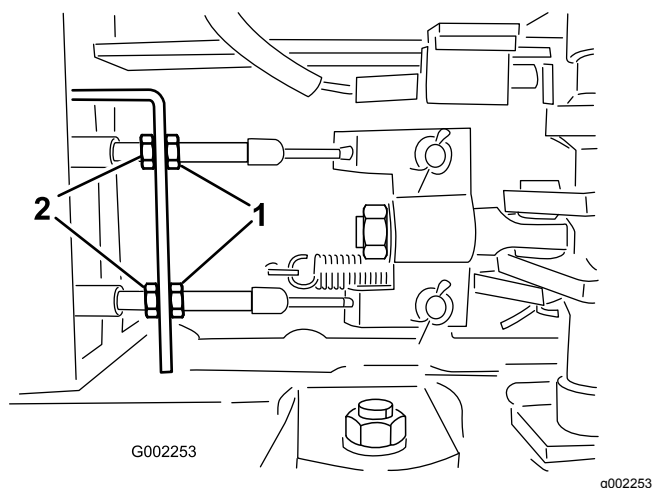

Figura 87
5. Desaperte as porcas dianteiras nos cabos dos travões por baixo da parte dianteira do pulverizador (**Figura 87**).
6. Aperte as porcas traseiras de forma idêntica até o pedal dos travões se deslocar entre 1 a 2 cm antes de se verificar qualquer resistência (**Figura 87**).